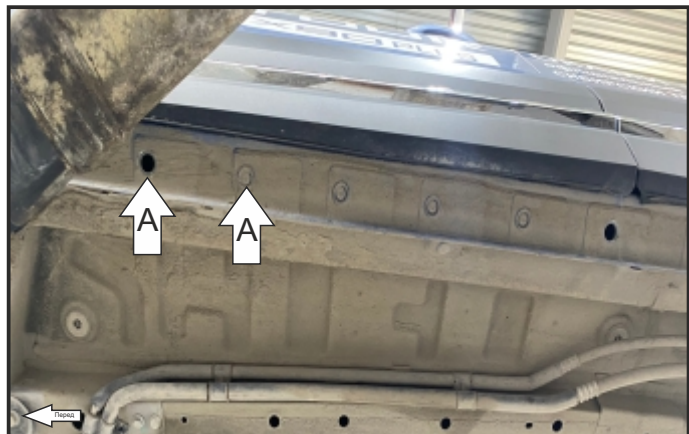
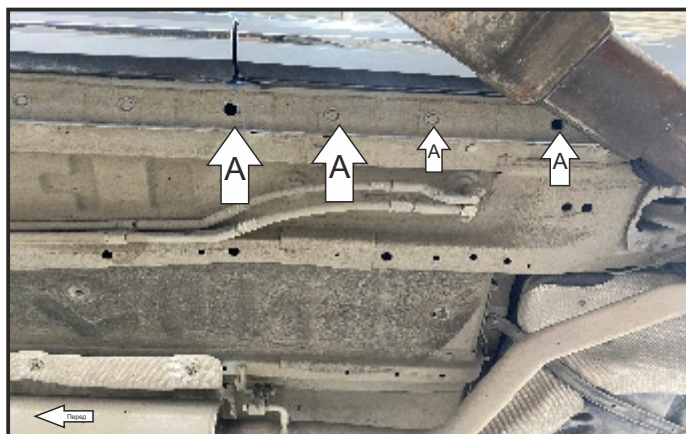

Рис. 2
Рис. 3
1. Извлечь резиновые заглушки в передней, средней и задней частях порога. (отв. А) (Рис. 2, Рис.3).